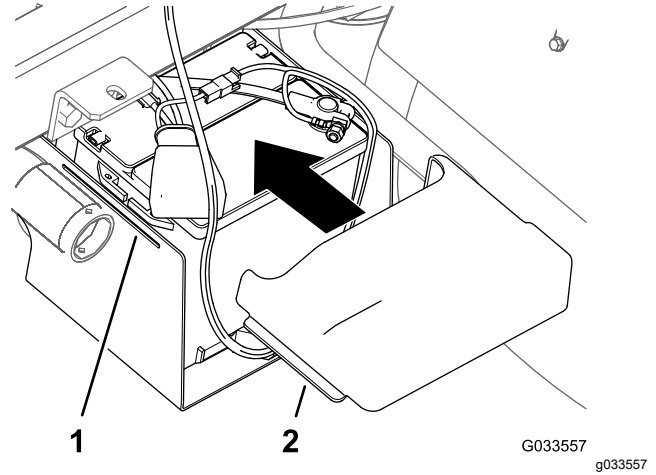

Bild 33
- Drücken Sie die Seiten der Batterieabdeckung zusammen, fluchten Sie die Nasen der Abdeckung mit den Schlitzen im Batterieunterteil aus, und lassen Sie die Batterieabdeckung los (**Bild 33**).